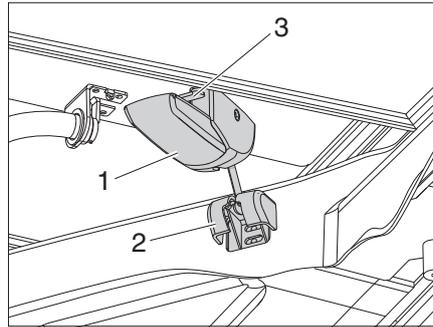

Bild 44 Verriegelungen entspannen
- Sicherungshebel (Bild 44,3) nach oben drücken und gleichzeitig Verriegelung (Bild 44,1) links und rechts nach unten ziehen.
- Bolzen (Bild 44,2) aus der Aufnahme nehmen.